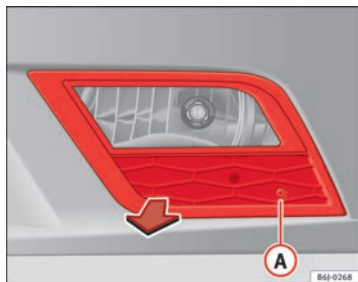

Abb. 159 Nebelscheinwerfer
- Entfernen Sie die Schraube ⇒ Abb. 159 (A) mit einem Schraubendreher aus dem Gitter des Nebelscheinwerfers.